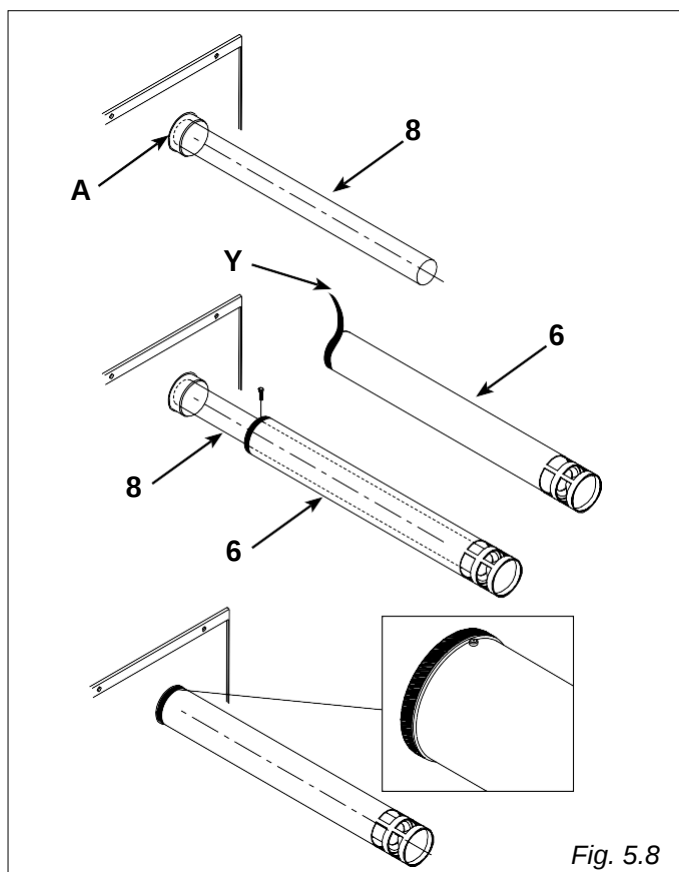

Fig. 5.8
2. Introduceți conducta de evacuare (6) în gulerul intern al cutiei de aer (vezi fig. 5.8)
3. Introduceți garnitura (Y) pe conducta de aspirație (8) (vezi fig. 5.8)
4. Fixați pe gulerul (A) conducta cutiei de aer (8) cu suruburile furnizate (vezi fig. 5.8).